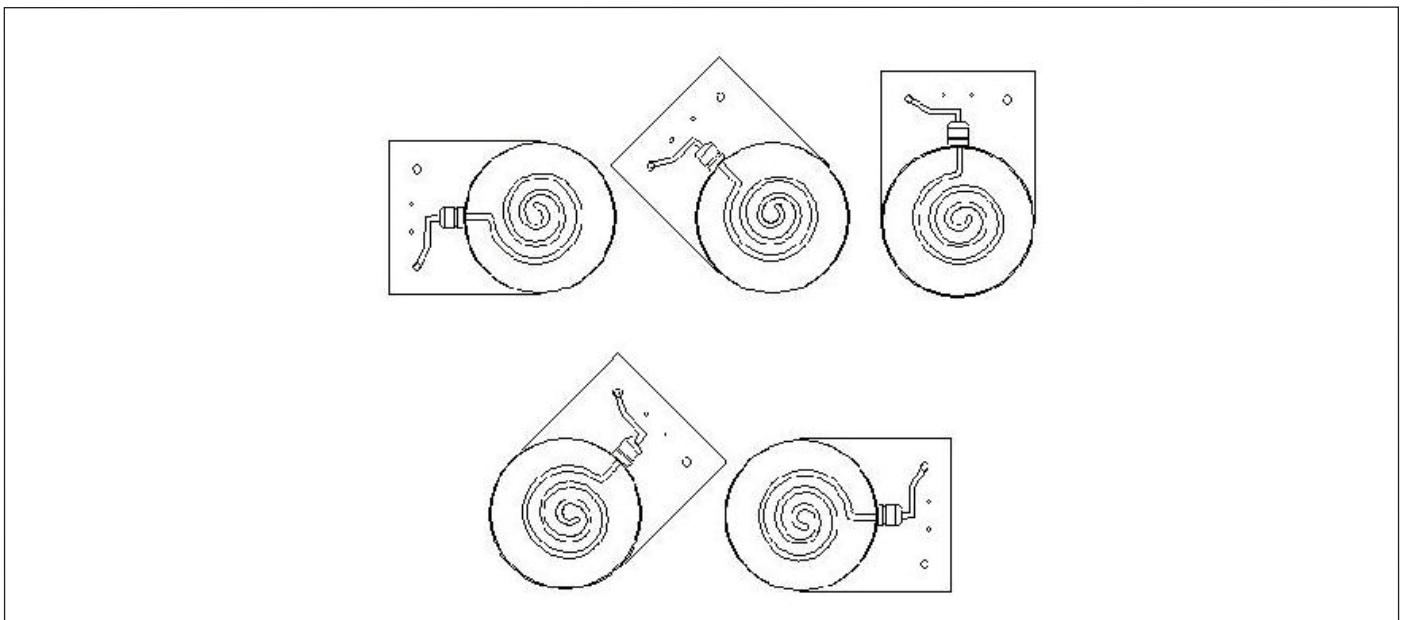

fig. 3
- Il riscaldatore può essere installato sia orizzontalmente che verticalmente; nel caso di riscaldatore elettrico installato orizzontalmente, la scatola elettrica deve rispettare una delle posizioni di montaggio mostrate in fig. 3.
- The heater can be installed both horizontally and vertically; in case of horizontal electric heater, the electric box must be placed according to one of the positions shown on fig. 3.